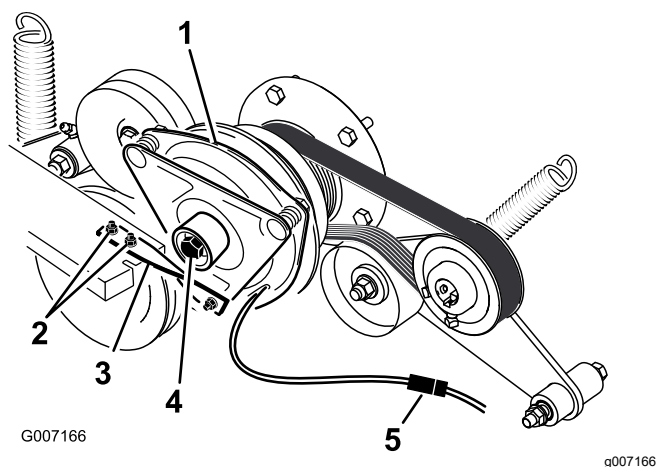

Figura 77
6. Desligue a ligação elétrica para a embraiagem (Figura 77).
7. Retire os dois parafusos que fixam a fita de borracha da embraiagem à estrutura do cortador (Figura 77).
8. Retire o parafuso central que fixa a embraiagem ao eixo do motor e retire a embraiagem e a chave (Figura 77).
15. Enquanto segura a manivela de arranque na parte de trás da máquina, instale o parafuso central e aperte-o com 68 N·m (Figura 77).
16. Instale a fita de borracha da embraiagem na estrutura do cortador com os dois parafusos e porcas anteriormente retirados (Figura 77).
18. Ligue a ligação elétrica para a embraiagem (Figura 77).